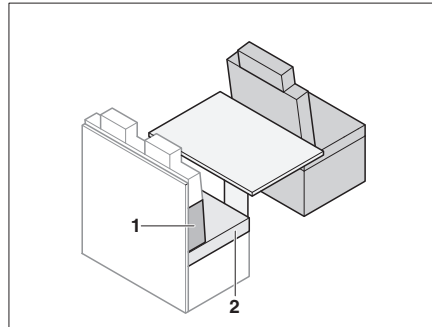

Fig. 184 Prima della trasformazione
- Rimuovere i cuscini del divano (Fig. 184,2).
- Posizionare il cuscino dello schienale (Fig. 184,1) tra il cuscino del divano e la parete posteriore. Rispettare la forma cuneiforme.